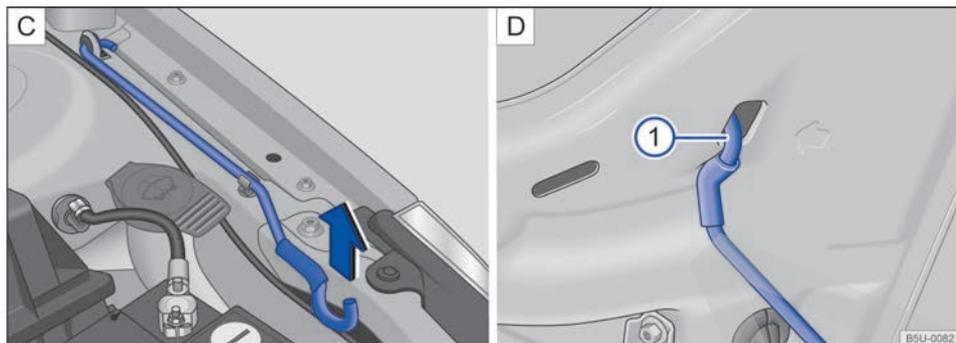

Fig. 121 C) Varilla de sujeción de la tapa del compartimento del motor. D) Tapa del compartimento del motor apoyada en la varilla de sujeción.
- Retirar la varilla de sujeción del soporte en el sentido de la flecha → fig. 121 C) y colocarla en la abertura de la tapa del compartimento del motor → fig. 121 ① D).
- Retirar la varilla de sujeción del orificio → fig. 121 ① D) y encajarla en el soporte del cierre → fig. 121 C).